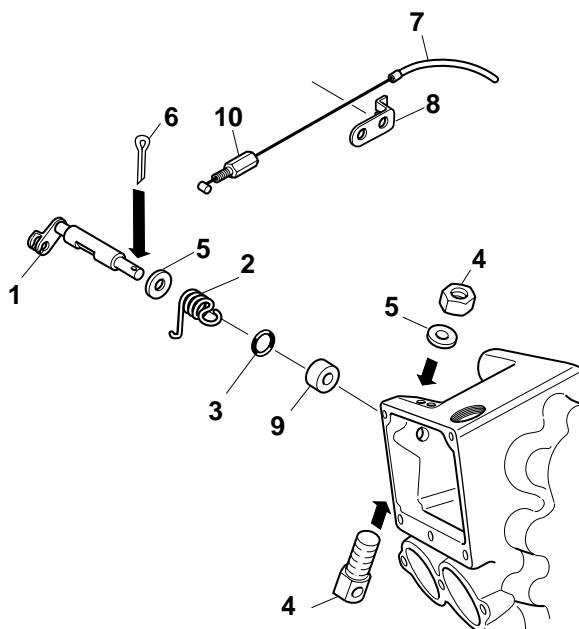

Fig. 48
- Procedere al montaggio dell' alberino "1" (Fig.48) con le valvole in posizione di apertura: inserire la molla di ritorno "2" e posizionare correttamente in sede l'anello O.R. "3".
- Inserire il guida albero "4" come in Fig.48 e di seguito la ranella in rame "5" e la copiglia "6":
1. Proceeding to assembly of the shaft "1" (Fig.48) with the valves in position of opening: to place the spring of return " 2" and to install correctly in seat ring O. Ring " 3".
2. To install the tree guide" 4" like in Fig. 48 and after the washer " 5" and the washer " 6":
1. Welle "1" (Abb.48) bei offenen Ventilen einbauen: Rückfeder "2" einsetzen und O-Ring "3" in seinen Sitz richtig legen.
2. Wellenführer "4" einsetzen: siehe Abb.48; dann Kupferscheibe "5" und Splint "6" einsetzen.
1. Monter l'arbre "1" (fig.48) avec les soupapes ouvertes: insérer le ressort de retour "2" et placer la bague OR "3" dans son siège.
2. Insérer le guide-arbre "4" voir fig. 48, puis la rondelle en cuivre "5" et la goupille "6".